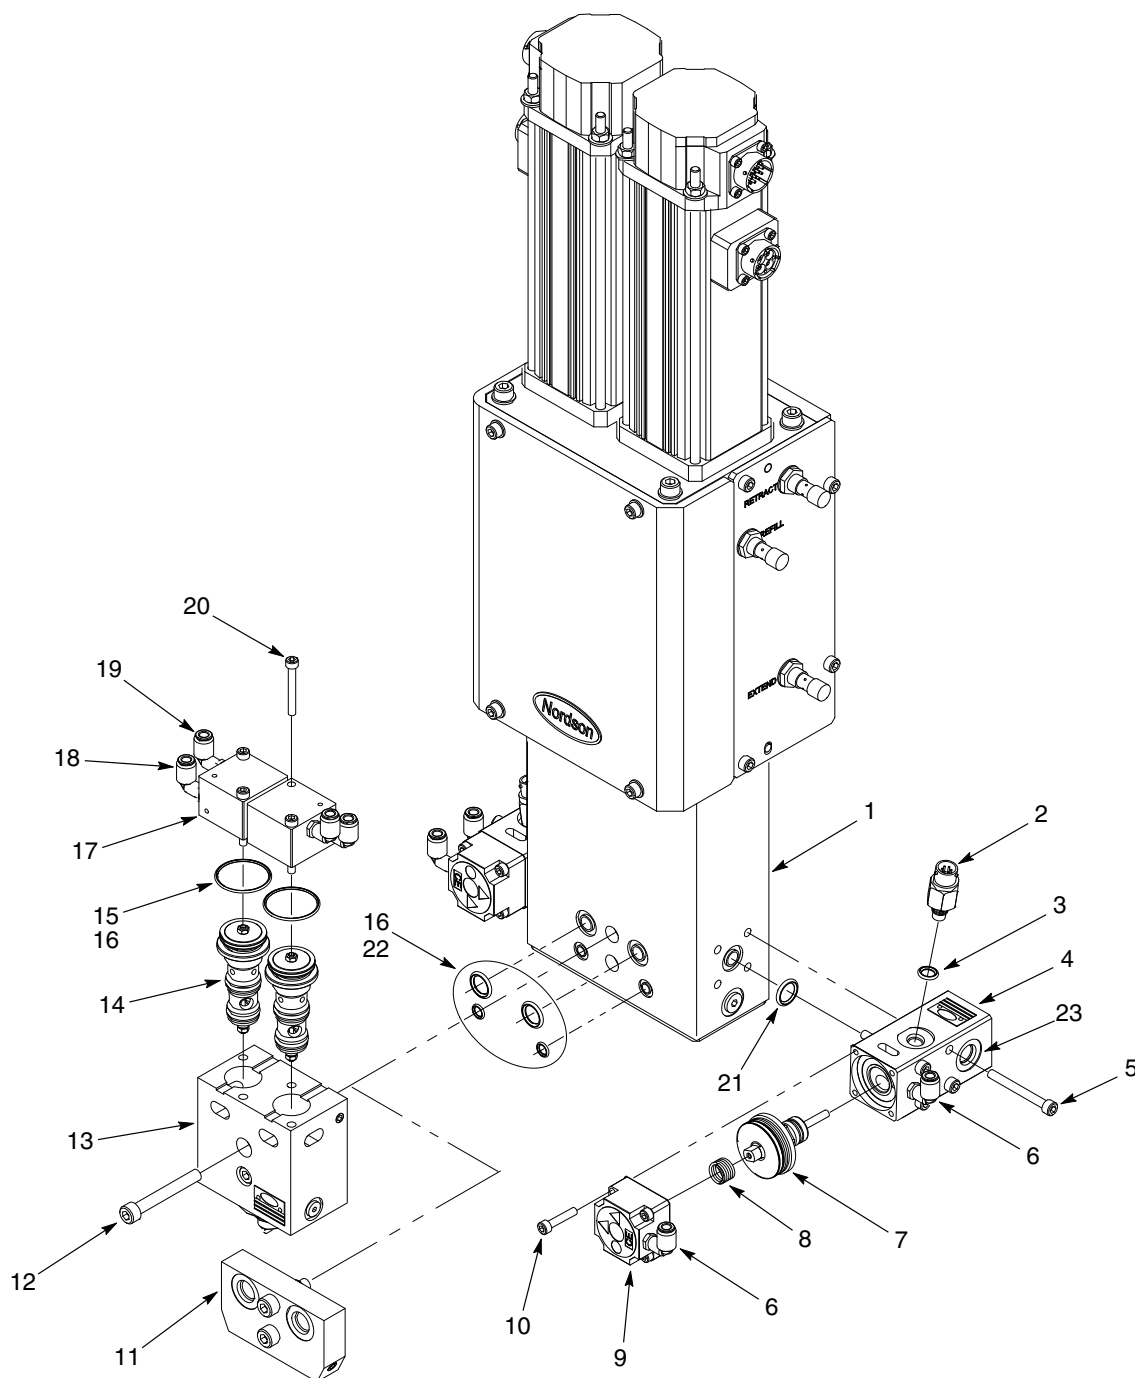

Figura 9 Riparazione delle valvole di ingresso/uscita
1. Vedi figura 9. Togliere le viti (10) che fissano il cappuccio del cilindro pneumatico (9) al corpo della valvola (4). Smontare la molla (8) dal corpo della valvola.
2. Con un piccolo cacciavite smontare la cartuccia di tenuta (7) dal corpo valvola (4).
3. Montare la nuova cartuccia di tenuta (7) nel corpo della valvola (4).
4. Montare la molla (8) sulla cartuccia di tenuta (7).
5. Montare il cappuccio del cilindro pneumatico (9) usando le viti (10). Stringere le viti a 8.5-9 N•m (75-80 in.-lb).
2. Vedi figura 9. Togliere le viti (20) che fissano il cappuccio del cilindro pneumatico (17) al corpo della valvola (13). Rimuovere il cappuccio del cilindro pneumatico.
3. Mettere un piccolo cacciavite nelle scanalature del corpo della valvola (13) e far leva per estrarre la cartuccia di tenuta (14).
5. Usare il grasso adatto (16) per lubrificare gli o-ring (15).
6. Inserire la nuova cartuccia di tenuta nel corpo della valvola (13).
7. Montare il cappuccio del cilindro pneumatico (17) usando le viti (20). Stringere le viti a 5.65 N•m (50 in.-lb).
8. Ripetere i passaggi da 2 a 7 per le restanti cartucce di tenuta (14).
1. Vedi figura 9. Scollegare i seguenti elementi dalla valvola d'ingresso (4):
- il cavo dal trasduttore di pressione (2)
- i tubi dell'aria dai raccordi a gomito (6)
- il tubo del materiale dal foro d'ingresso (23)
2. Togliere le viti (5) che fissano la valvola d'ingresso (4) all'erogatore S2K (1).
3. Togliere gli o-ring (21) e controllare se presentano danni. Sostituire l'o-ring se necessario.
4. Togliere questi pezzi dalla vecchia valvola d'ingresso (4) ed installarli sulla nuova valvola d'ingresso.
- trasduttore di pressione (2); stringere a 5-5,6 N•m (45-50 in.-lb)
- raccordi a gomito (6)
5. Montare la valvola d'ingresso (4) sull'erogatore S2K (1) usando le viti (5). Stringere le viti a 13,5 N•m (10 ft-lb).
Vedi figura 9. Questa procedura si applica solo a configurazioni che hanno una valvola di uscita installata sull'erogatore S2K (1). Se sull'erogatore S2K è installato un collettore (11), per le procedure di riparazione consultare il manuale fornito con la valvola di uscita in questione.
2. Togliere le viti (12) che fissano la valvola di uscita (13) all'erogatore S2K (1).
3. Smontare e gettare via gli o-ring (22).
4. Lubrificare i nuovi o-ring (22) con grasso apposito (16) e montarli nell'alloggiamento (1).
5. Montare la nuova valvola di uscita (13) nell'alloggiamento (1) usando le viti (12). Stringere le viti a 33 N•m (24 ft-lb).
1. Vedi figura 9. Scollegare il cavo dal trasduttore di pressione (2).
2. Rimuovere il trasduttore di pressione (2) dalla valvola d'ingresso (4).
3. Lubrificare l'o-ring del trasduttore di pressione (3) con grasso adatto. Montare il trasduttore di pressione (2) nella valvola d'ingresso (4) e stringerlo a 5-5,6 N•m (45-50 in.-lb).
4. Collegare il cavo al trasduttore di pressione (2).